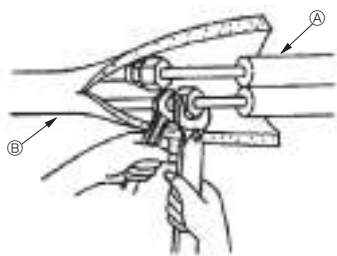

Fig. 4-4
4.4. Εργασίες ψυκτικής σωλήνωσης (Fig. 4-4)